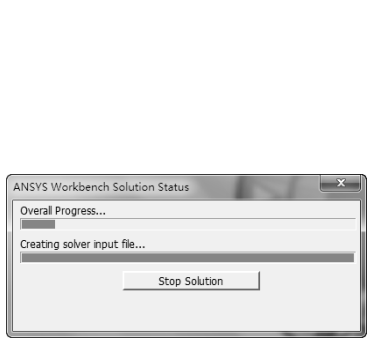

图 11-88 求解进度条
1) 单击工具栏上的【Solve】按钮 ，启动求解，系统弹出进度条，表示正在求解。求解完成后进度条自动消失，如图 11-88 所示。